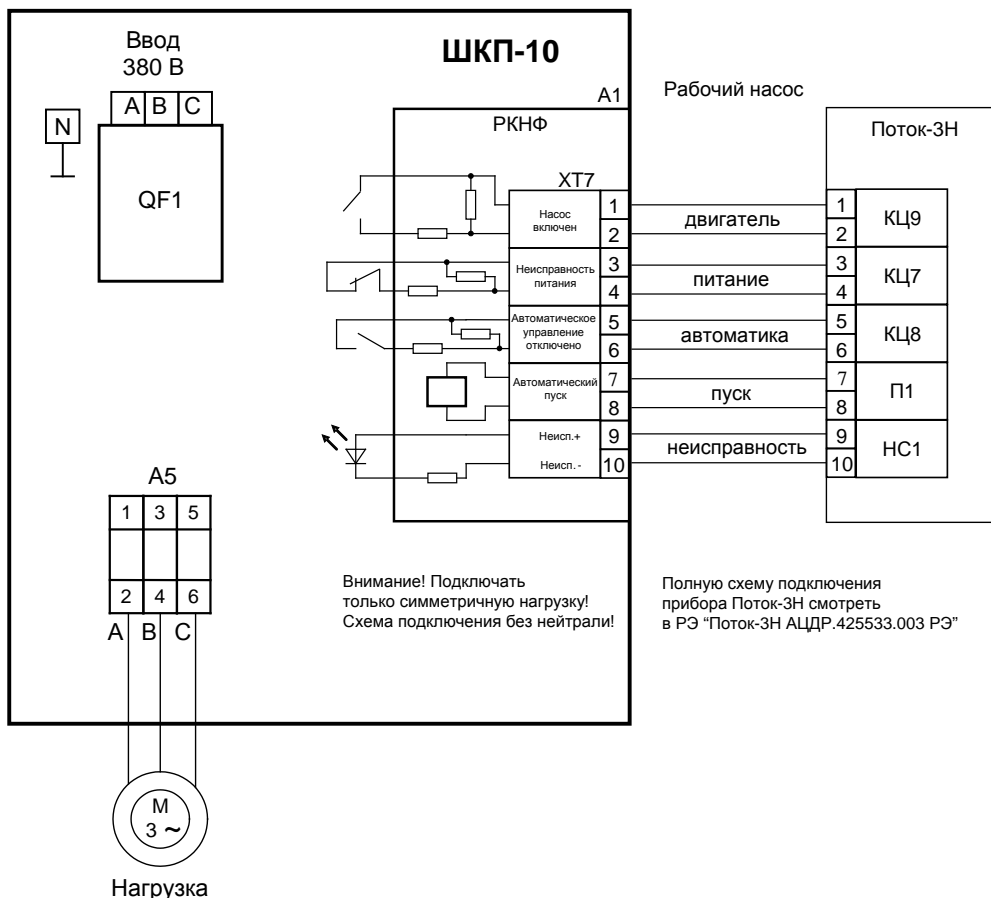

Рисунок 3. Вариант подключения шкафа при эксплуатации с прибором Поток-3Н
- 3) подключить к шкафу провода питающего сетевого напряжения, цепей нагрузки и контроля состояния согласно схеме электрической рис. 3;
- Максимально допустимое отклонение напряжения выставляется потенциометром 2 (см. рис. 3). $\Delta U_{\text{ном}}$ определяет одновременно верхний и нижний пороги срабатывания. Таким образом, входное напряжение будет считаться допустимым в диапазоне от $(220 - \Delta U_{\text{ном}})$ В до $(220 + \Delta U_{\text{ном}})$ В. $\Delta U_{\text{ном}}$ может принимать значения от 0 В (крайнее левое положение потенциометра) до 80 В (крайнее правое положение потенциометра).
- Время интегрирования неисправности (время задержки срабатывания) выставляется регулятором 3 (см. рис. 3). t_c определяет время накопления неисправности (восстановления) и может принимать значения от 0 с (крайнее левое положение потенциометра) до 16 с (крайнее правое положение потенциометра).